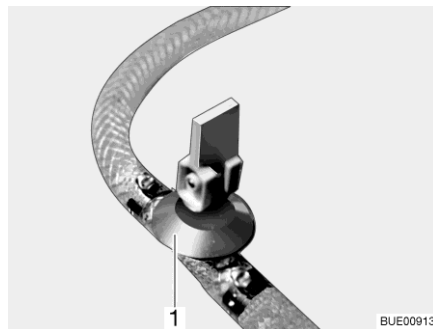
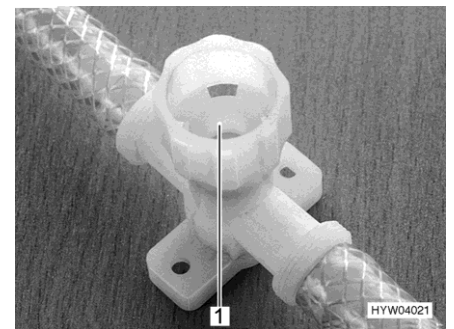

Bild 248 Avtappningskran (med vipparm)
Bild 249 Avtappningskran (med vrid)
- Stäng alla avtappningskranar. Ställ för detta avtappningskranens vipparm (Bild 248,1) vågrätt eller vrid avtappningskranens kran (Bild 249,1) medurs.